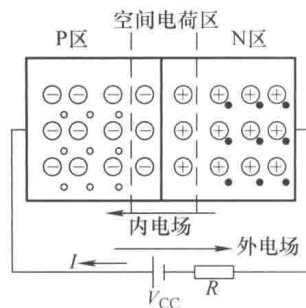

图 1-19 外加正向电压时的 PN 结
(1) PN 结加正向电压时处于导通状态 图 1-19 所示为当 PN 结加上外加电源 V_{CC} ，电源的正极接 P 区，负极接 N 区，则称 PN 结加正向电压或正向偏置。这时外加电压的方向与内电场方